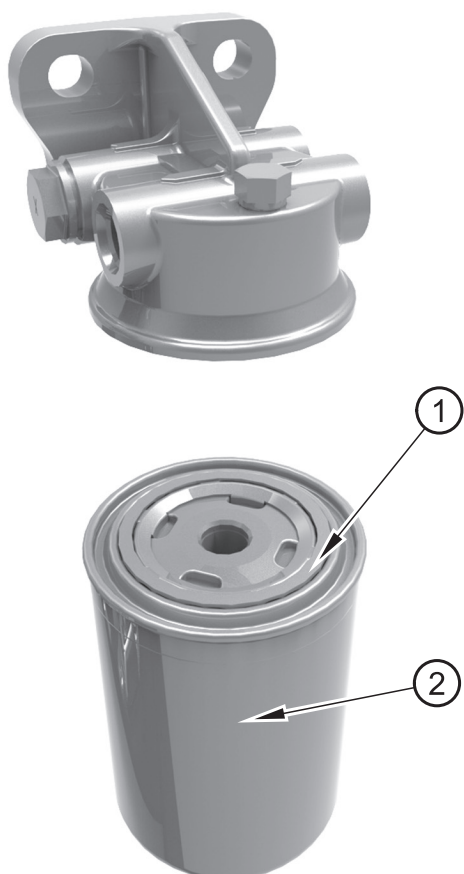

Figura 27
3. Utilice una llave de cadena para retirar el cartucho antiguo (figura 27, elemento 2).